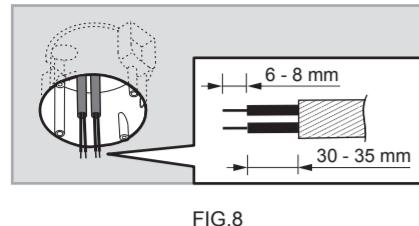

FIG.8
4.4.1.2 Trekk ut AC-strømkabler fra europeisk standard koblingsboks, dra deretter av 6 - 8 mm kabelhylse for kabeltrekking (se FIG.8).